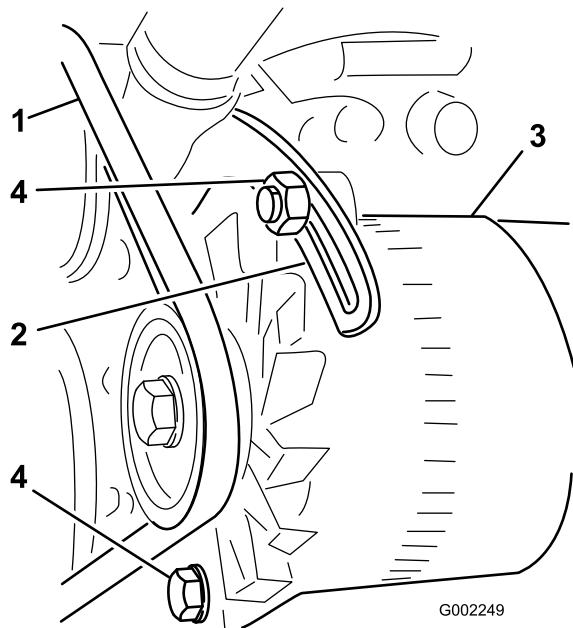

図 94
3. オルタネータのピボット部にあるボルト、およびオルタネータをブレースのスロットに固定しているボルトをゆるめる(図 94)。